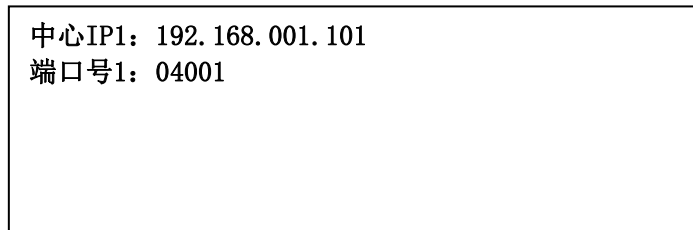

图5-9
- ◆ 按“功能”键进入选项菜单，按【↑】【↓】键进入设置菜单，按‘3’进入用户登录界面，输入二级密码，按“确认”键进入中心网络设置界面（图5-9）。